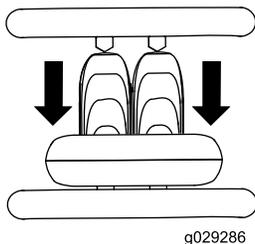

Bild 8
- Bewegen Sie den Fahrtriebshebel nach hinten, um rückwärts zu fahren (**Bild 8**).